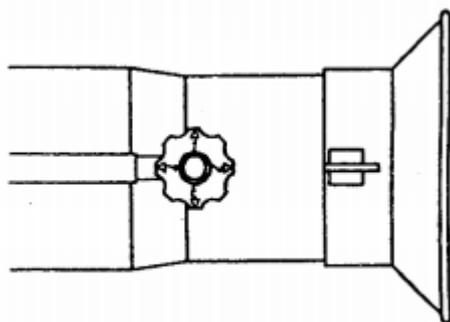

Fig. 7
* Количество химического распыляемого вещества на единицу площади может регулироваться либо скоростью ходьбы, либо поворотом ручки переключателя распыления (рис.7)